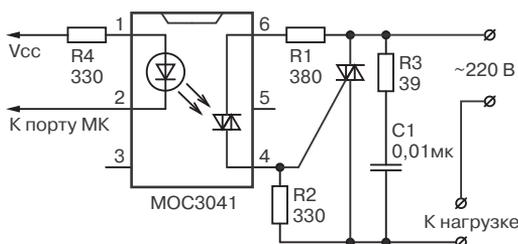

Рис. 5.27. Схема подключения триака к микроконтроллеру
На рис. 5.27 показана схема подключения триака к микроконтроллеру (выходу микросхемы) при помощи специального маломощного оптотриака типа МОС3041.
- ♦ светодиод, подключенный к выводам 1 и 2 (на рис. 5.27 показан вид на микросхему сверху);